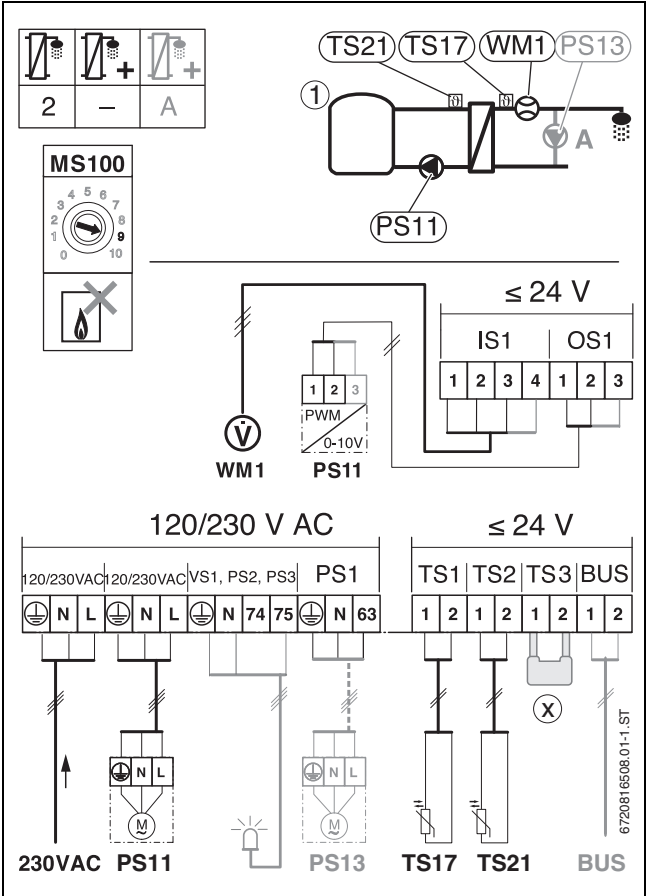

Bild 27 Anschlussklemmen bei Frischwasserstation
Frishwassersystem für Warmwasserbereitung (→ Bild 27, Seite 14)
Warmwasserzirkulation (→ Bild 27, Seite 14)
- ▶ Brücke aus Lieferumfang auf **TS3** montieren (→ Bild 27 und 28). Die Warmwassertemperatur beträgt 60 °C.